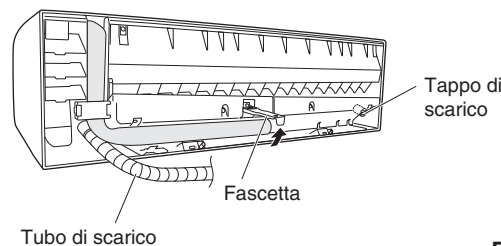

Fig. 3-29
- (a) Individuare innanzi tutto il tubo e il tappo di scarico. (Fig. 3-29)
- (b) Rimuovere le viti che fissano il tubo di scarico sul lato destro e quindi il tubo stesso. (Fig. 3-29)